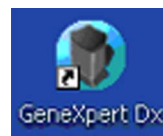

Figure 2-17. Icône de raccourci du GeneXpert Dx System
5. Le logiciel GeneXpert Dx est lancé automatiquement lors du démarrage du système. Une icône GeneXpert Dx située sur le bureau Windows permet de lancer le logiciel manuellement. Voir Figure 2-17.